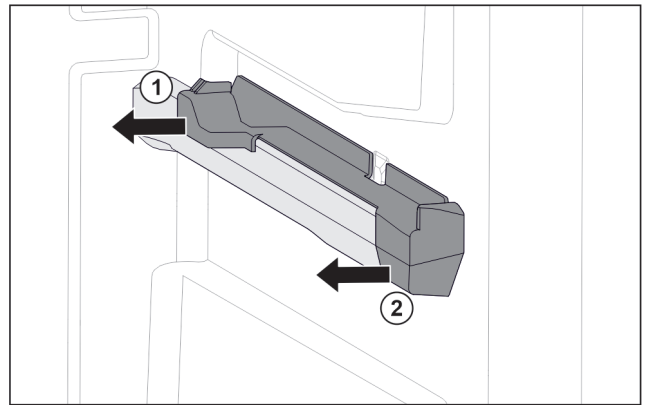

Fig. 118 Felhúzható elem a jobb oldali tartóbordán
- ▶ Oldalra húzza le a felhúzható elemet. Fig. 118 (1)
- ▶ Húzza előre felé a felhúzható elemet. Fig. 118 (2)